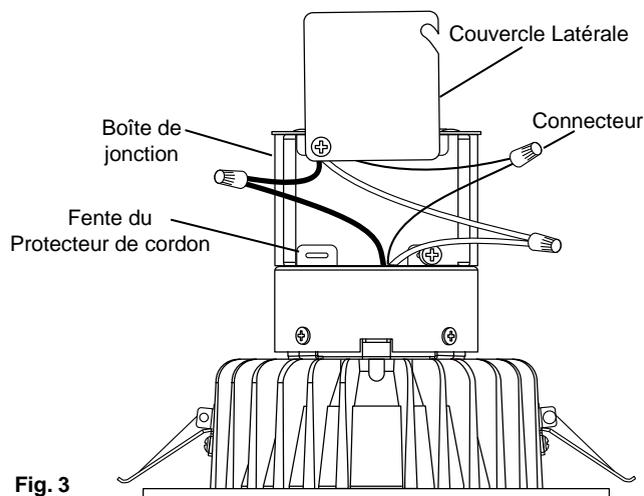

Fig. 3
4. Ouvrez le couvercle latérale de la boîte de jonction. Si vous utilisez un câble BX, retirez l'un des noeuds ronds situés sur le dessus ou sur les côtés de la boîte de jonction. Si vous utilisez un câble NM, enlevez un noeud rectangulaire à l'arrière de la boîte de jonction. Insérez une longueur d'environ 5 à 6 po (12,7 à 15,24 cm) du câble NM dans la boîte de jonction en faisant passer par la fente d'un des protecteurs de cordon. (Fig. 3)
5. Enlevez une longueur d'au moins 3 po (7,62 cm) de la gaine extérieure du câble et retirez le film de plastique ou le papier. Dénudez l'extrémité de tous les fils d'alimentation sur une longueur d'environ $\frac{3}{8}$ po (9,5 mm). À l'aide des connecteurs de câble, effectuez les connexions électriques suivantes dans la boîte de jonction (Fig. 3):